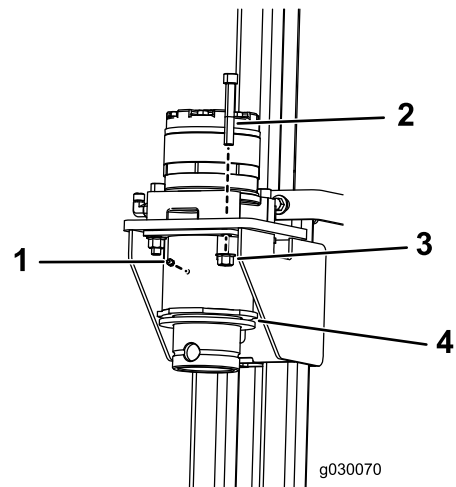

Figura 2
6. Retire los acoplamientos existentes e instale los acoplamientos nuevos con 8 pernos (M12-1 3/4 x 80 mm), 8 contratuercas (M12) y 2 engrasadores (Figura 2).